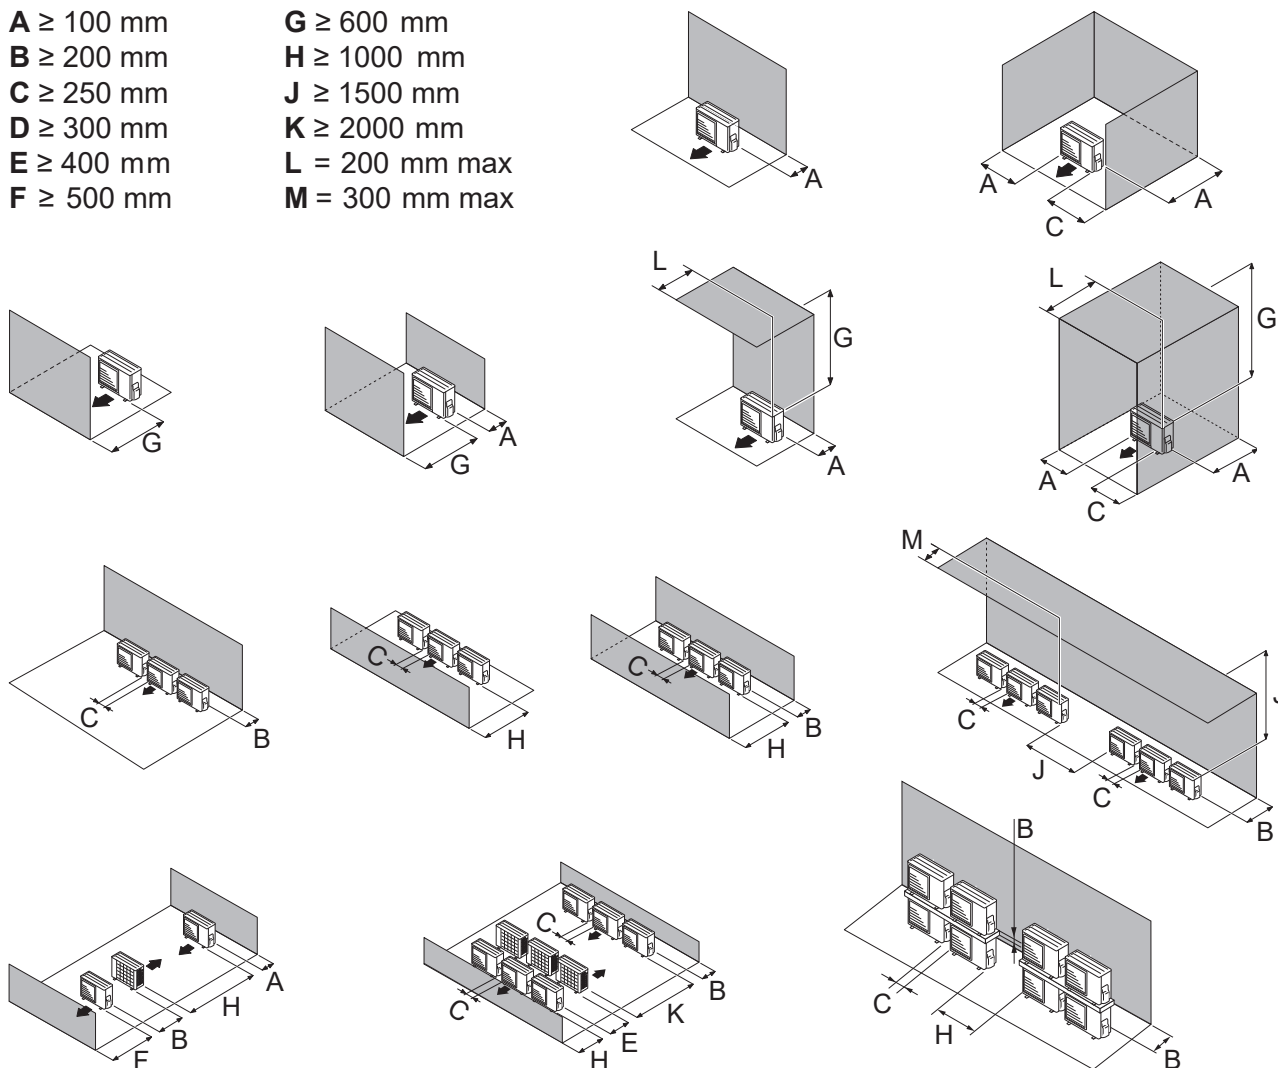
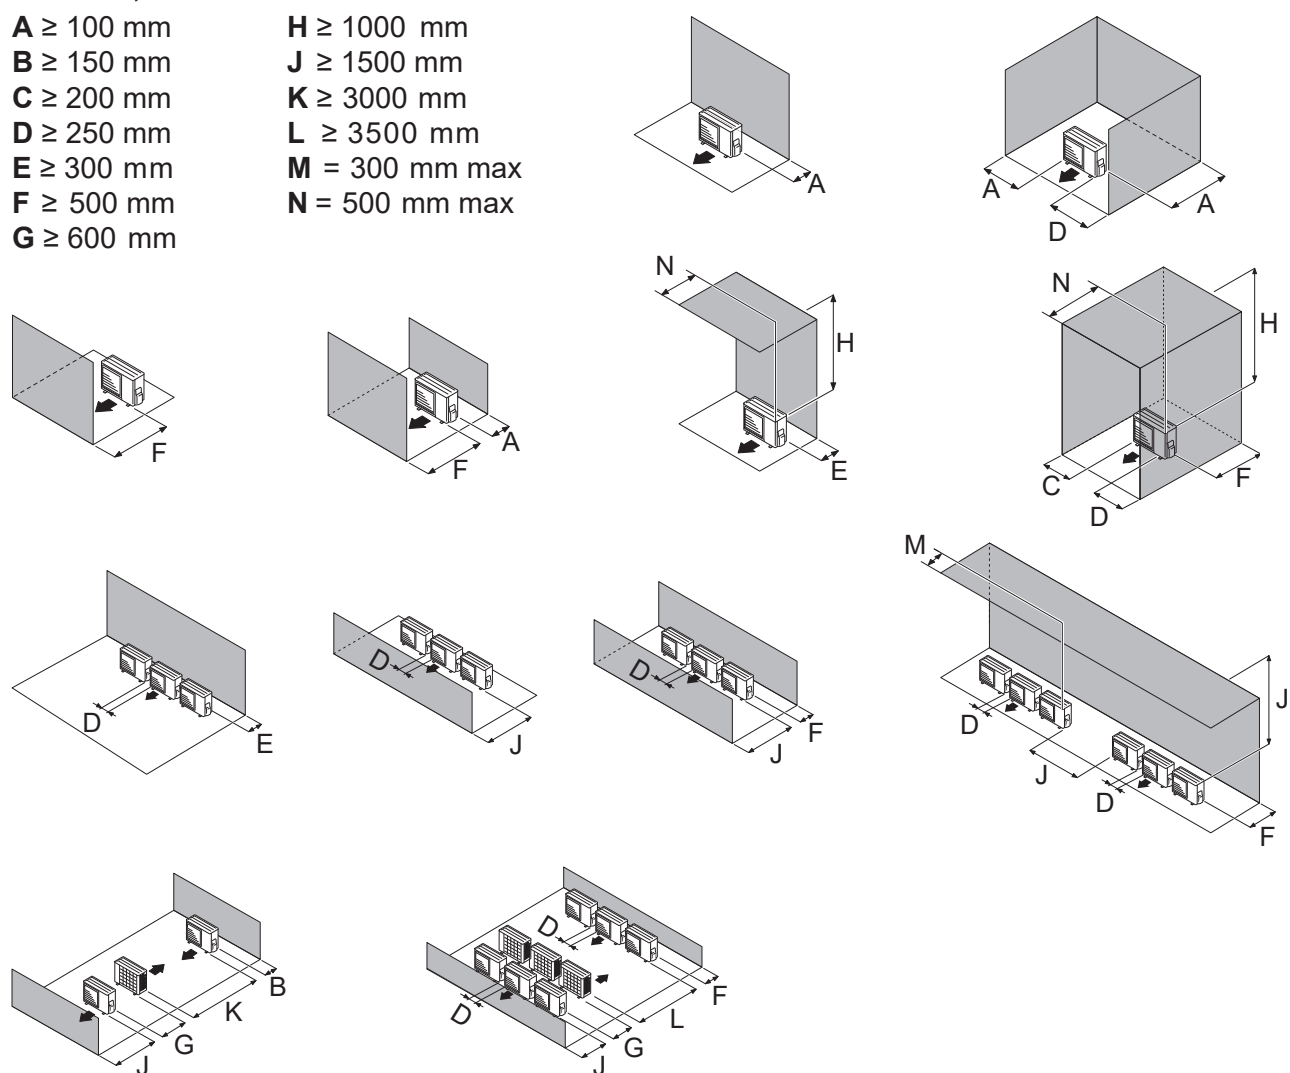

fig. 13 - Minimale installatieruimte rond de buitenunit (model 4, 6 & 8)
fig. 14 - Minimale installatieruimte rond de buitenunit (model 10)
- Het toestel moet gemakkelijk toegankelijk zijn voor installatiewerkzaamheden en het verdere onderhoud (fig. 13 & fig. 14, pagina 16).
- Er mogen geen obstakels de luchtstroom hinderen van de verdamper en de ventilator (fig. 13 & fig. 14, pagina 16).